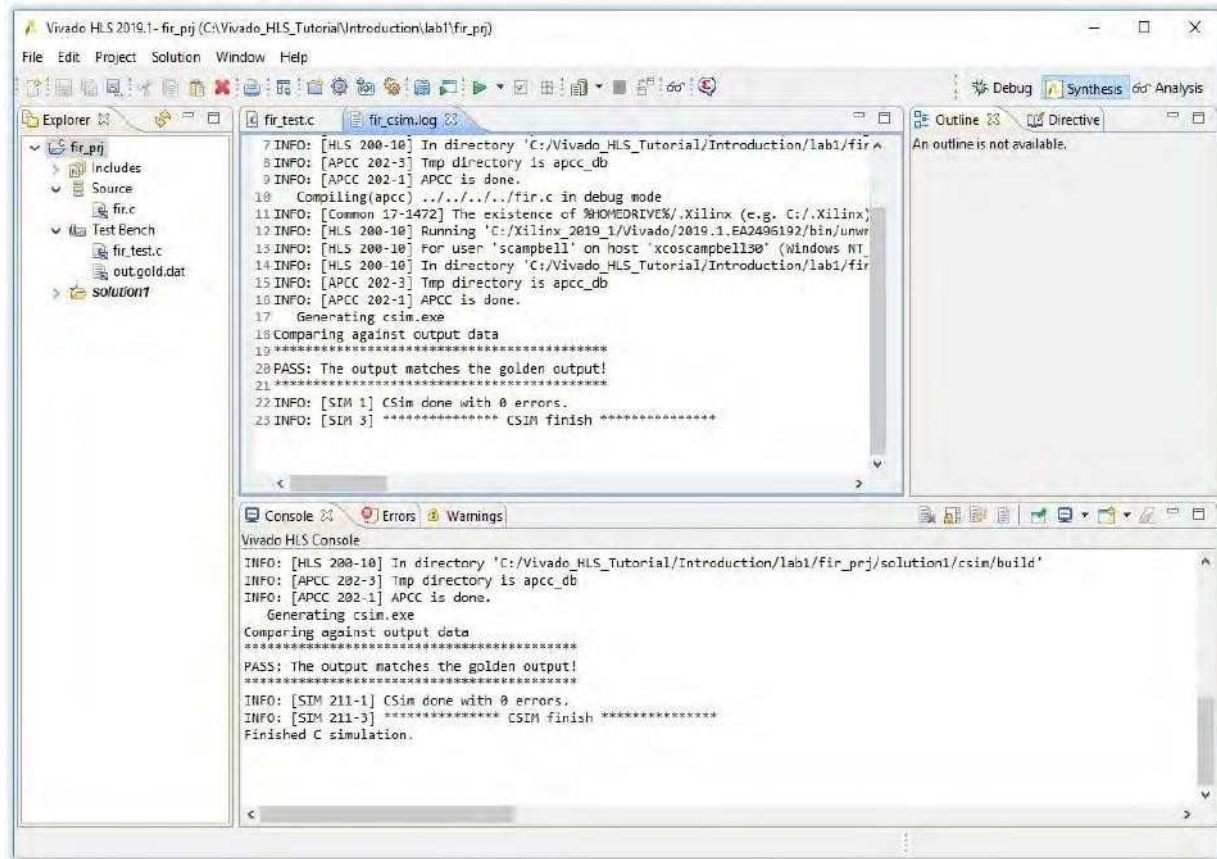

图2-10 C 仿真结果
- 在“**C 仿真**”对话框中，单击“OK”。控制台窗格(图2-10)确认模拟成功执行。